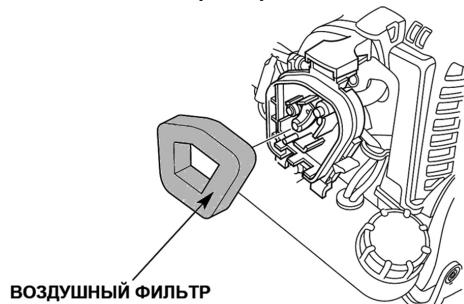

Рис. 17 Воздушный фильтр
- Извлеките воздушный фильтр (Рис. 17).